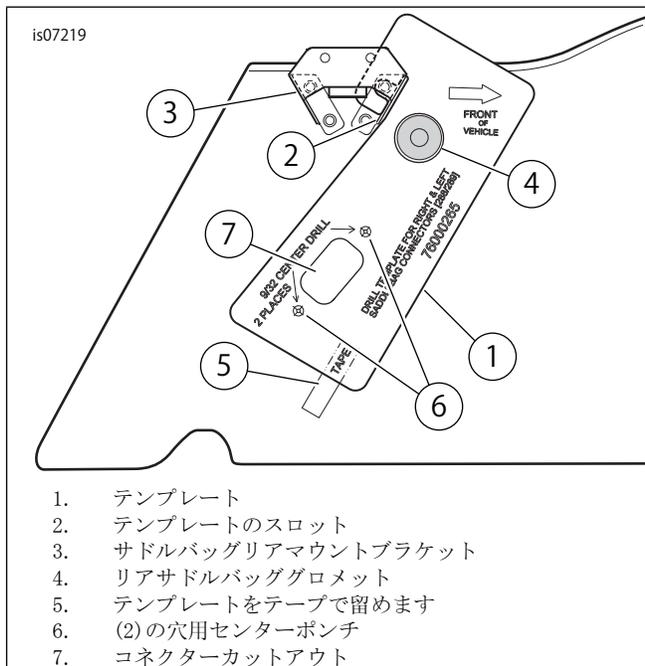

図2. 12ウェイパネルマウントコネクタ用のサドルバッグの穴開け
4. 「図2」を参照してください。テンプレート(1)のスロット(2)をサドルバッグリアマウントブラケット(3)に引っかけます。テンプレートの穴をリアグロメット(4)に合わせます。(5)に示されているとおりにテンプレートをテープで留めます。